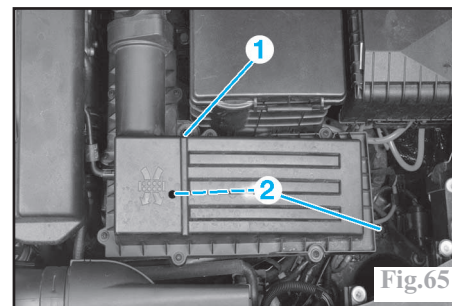

Fig.65
Le boîtier de filtre à air est maintenu par une vis (1) puis 2 plots (2) (Fig.65).